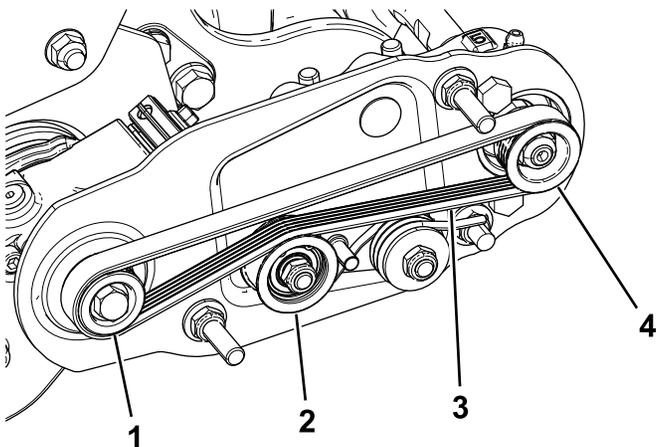

图 13
- 先缠绕驱动皮带轮周围的皮带然后再缠绕怠轮皮带轮顶部上方的皮带 图 13。